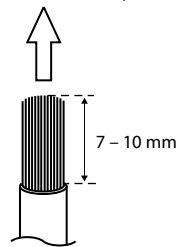

Fig. 7
- Quite aproximadamente 7 – 10 mm de aislación de los extremos de los alambres. (Fig. 7)